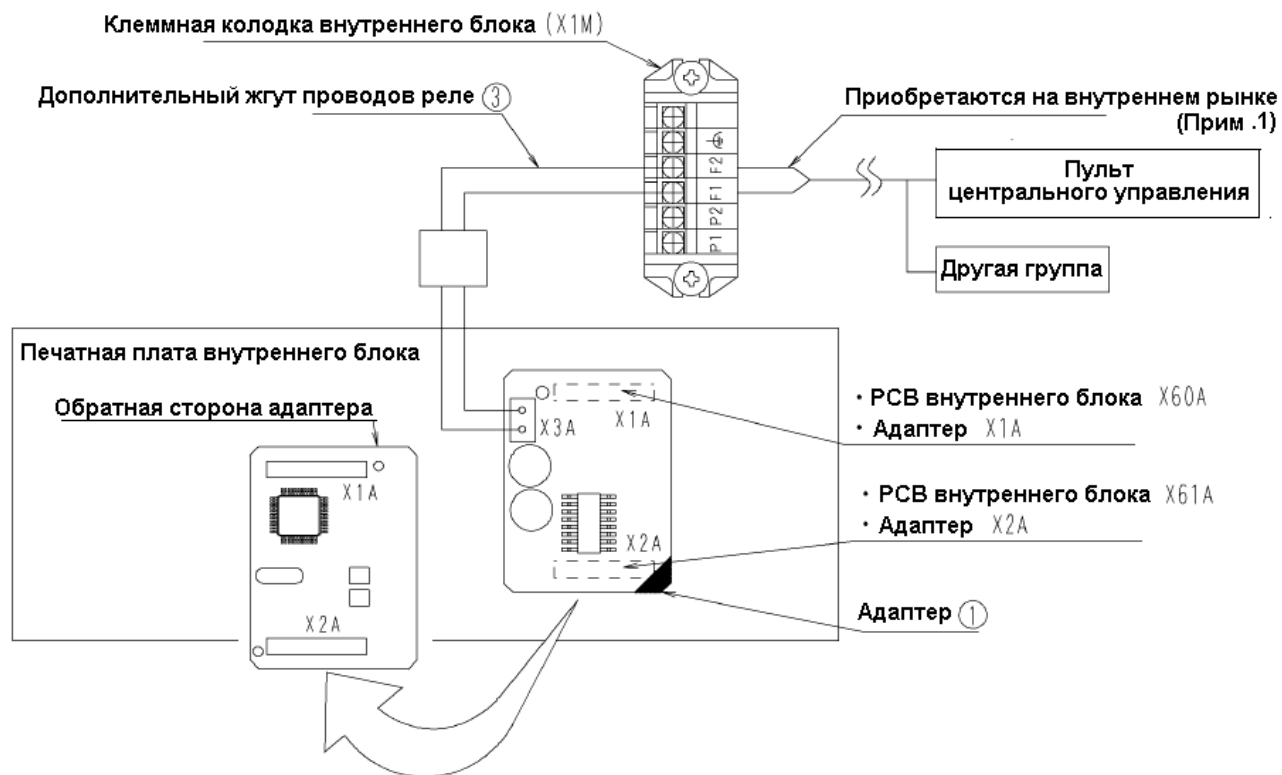

Рис. 2
- Подключите дополнительный жгут проводов реле (3) в разъем адаптера (1) (рис. 2).
- Соедините жгут проводов реле с клеммами F1 и F2 на клеммной колодке (X1M) (рис.2)
- Соедините клеммы F1 и F2 с центральным пультом управления (рис.2).